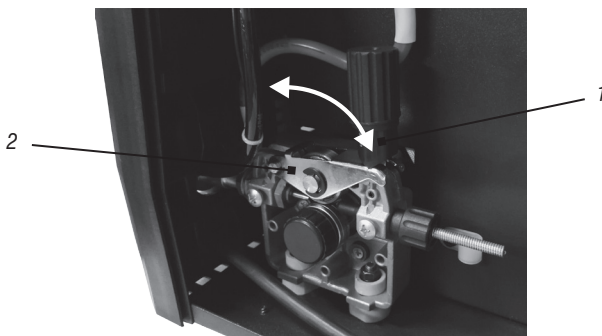

Fig. 1 – Roldana
- Abra el brazo de presión, pieza 1, Fig. 1;
- Abra el brazo de la roldana superior, pieza 2, Fig. 1;